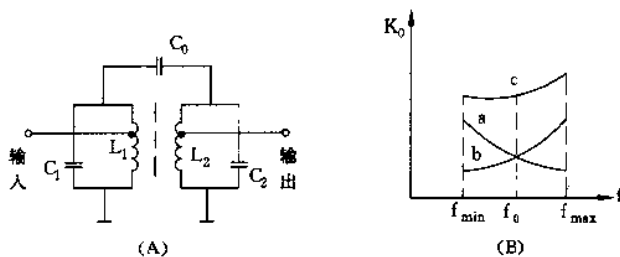

图 2-45
双调谐电感、电容耦合输入电路是在电感耦合与电容耦合输入电路的基础上发展起来的，其主要特点是谐振电压传输系数 K_0 在频段内更加平稳，基本电路如图 2-45(A)所示。
当选择谐振频率 $f_0 > f_{min}$ 时，在电感耦合谐振支路中，谐振电压传输系数 K_0 随频率的增加而下降，如图 2-45(B) 中 a 曲线；在电容耦合谐振支路中，谐振电压传输系数 K_0 随频率的增加而上升，如图 2-45(B) 中 b 曲线，所以在双调谐电感、电容耦合输入电路中，由于不同耦合的相互补偿，使合成的谐振电压传输系数 K_0 随频率变化的曲线更加平衡如图 2-45(B) 中的 c 曲线所示。